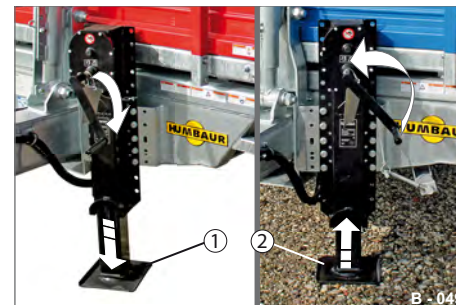

Abb. 50 Höhenangleichung / Ausrichtung
- ▶ Kurbeln Sie den Fuß der Spindelstütze (Abb. 50/1) herunter bzw. hoch (Abb. 50/2).